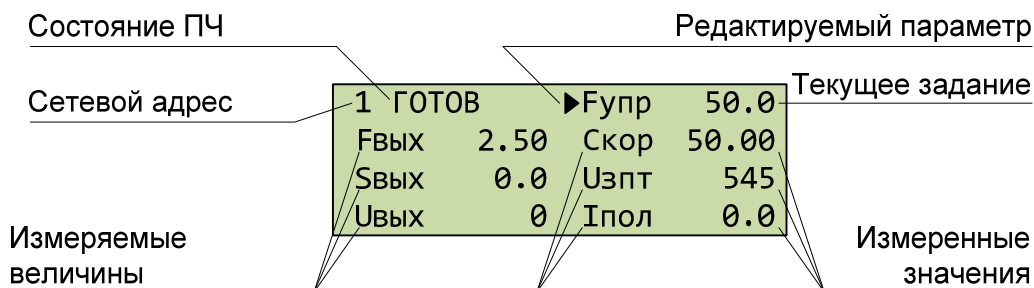
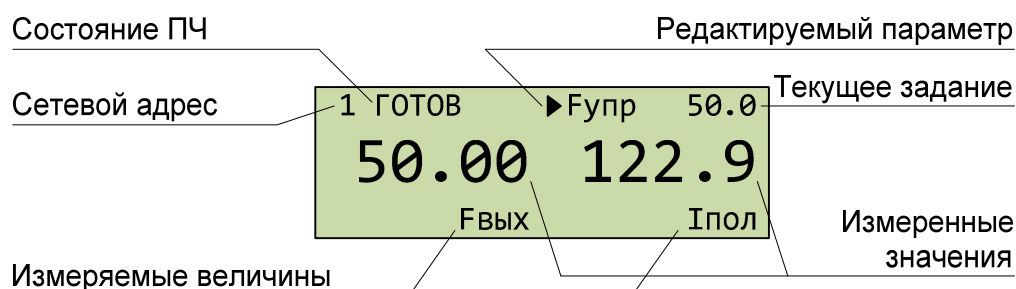

Рисунок 4 – ЖКИ в режиме «Статус», шесть параметров
Рисунок 5 – ЖКИ в режиме «Статус», два параметра
- «Статус» - режим отображения текущего состояния устройства, при этом можно отображать два (Рисунок 5) или шесть (Рисунок 4) параметров